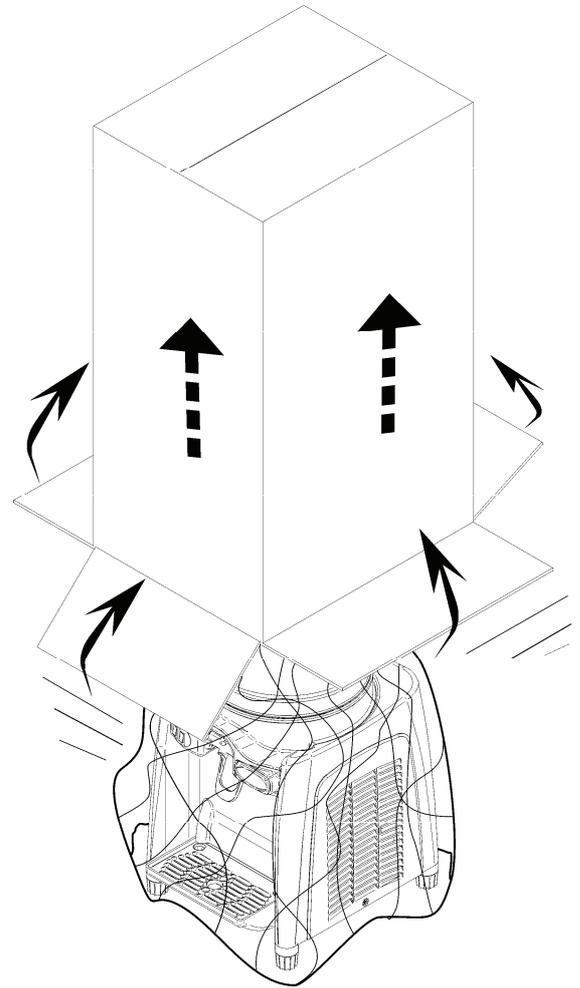
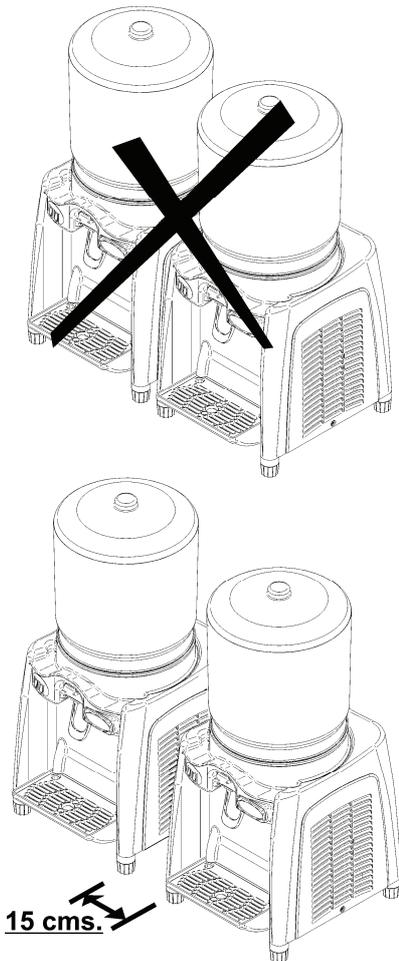

Abbildung 1
Abbildung 2
1. Verpackung entfernen (siehe Abb. 1); das Gerät am gewünschten Ort aufstellen und darauf achten, dass es genügend Platz hat, damit eine ausreichende Belüftung gewährleistet ist; stellen Sie sicher, dass sich in einem Abstand von mindestens 20 cm kein anderes Gerät befindet (siehe Abb. 2).